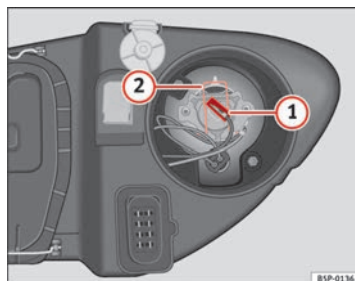

Fig. 186 Feux de route
- Appuyez sur le ressort ⇒ fig. 186 ② vers l'intérieur et vers la droite.
- Retirez le connecteur ⇒ fig. 186 ① de l'ampoule.